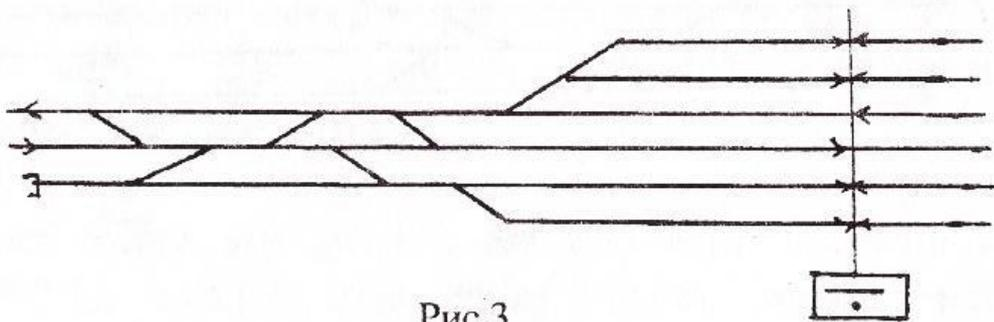

Рис.3
3. На схематическом плане нечетной горловины станции (рис.3) пронумеруйте пути и стрелки, произведите расстановку изолирующих стыков, входных, выходных и маневровых светофоров. Составьте таблицу вариантных поездных маршрутов.